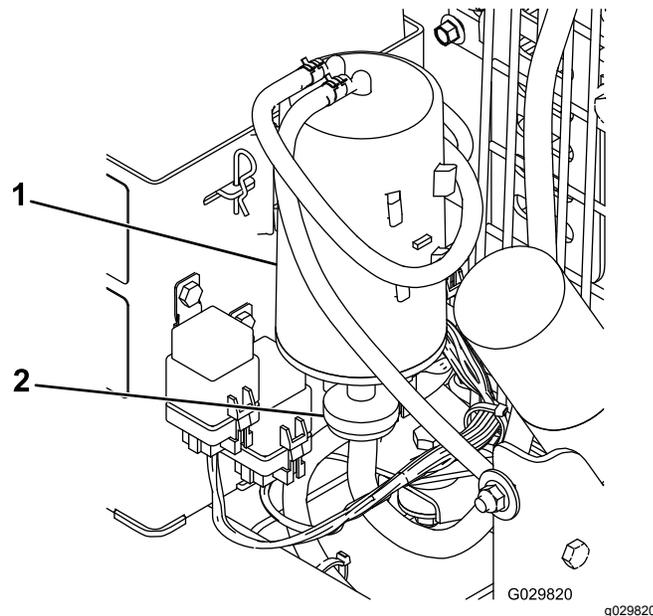

Рисунок 13
2. Снимите и удалите в отходы воздушный фильтр бачка с активированным углем (Рисунок 13).